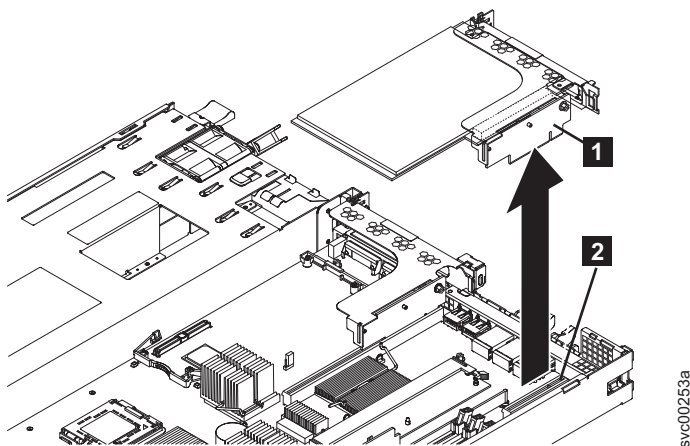

Figura 211. Removendo o conjunto da placa riser do Fibre Channel para o SAN Volume Controller 2145-CG8 ou 2145-CF8
11. Depois da remoção de parafusos de retenção do trilho para o conjunto de adaptadores, segure o conjunto da placa riser em cada extremidade e puxe-a para cima e para fora do slot 1 do conector da placa riser, conforme mostrado em Figura 211. Depois que a placa riser limpar o conector, gire com cuidado o conjunto da placa para separar o conjunto do nó.